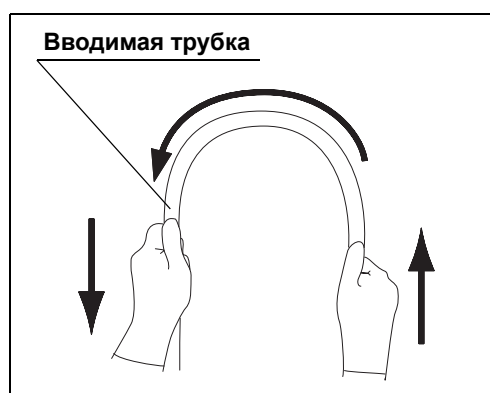

Рисунок 3.4
- 6** Обеими руками согните вводимую трубку полукругом. Затем передвигая руки в направлении, указанном стрелками на рис. 3.4, убедитесь в том, что вводимая трубка пластична и легко сгибается в полукольцо по всей длине. Проверку эндоскопов с механизмом регулировки жесткости проводите как при самом гибком, так и при самом жестком состоянии вводимой трубки.